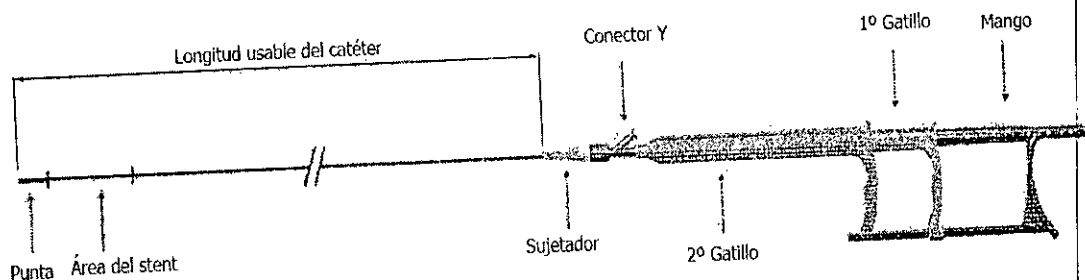

Figura 2
2. Un sistema de entrega como se muestra en la Figura 2 compuesto por un tubo interno ensamblado que contiene la guía lumen, una vaina de entrega y un sistema de estabilización de la vaina, los cuales están unidos entre sí por medio de un mango. La guía lumen termina distalmente en una punta autotraumática y se origina proximalmente en un eje luer diseñado para aceptar una guía compatible.